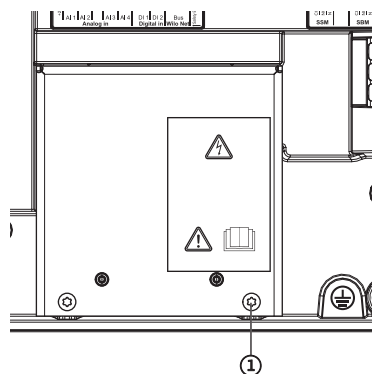

Fig. 113: EMC-skyddsplatta
4. Lossa skruvarna på EMC-skyddsplattan (Fig. 113, pos. 1) och ta bort skyddsplattan.